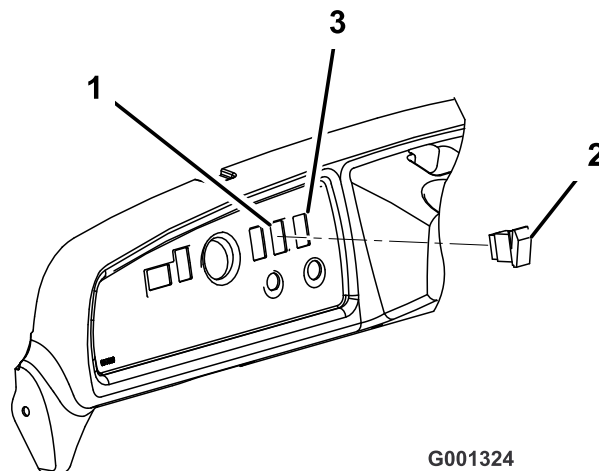

Figura 9
9. Tampão o interruptor na ficha do acessório no tablier. Introduza o interruptor no furo no tablier (Figura 9).
8. Retire o tampão do furo na parte superior do tablier (Figura 9).
10. Ligue o interruptor na ficha da cablagem no tablier. Introduza o interruptor no furo no tablier (Figura 9).